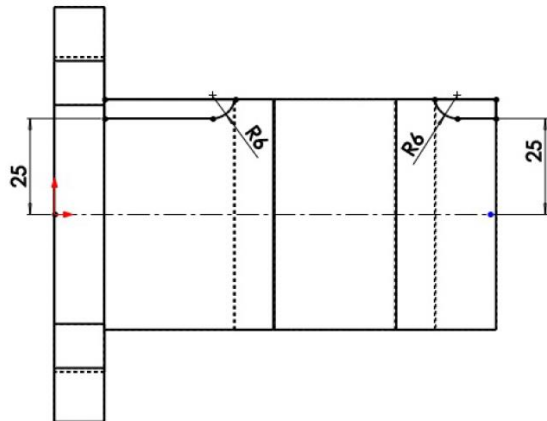

Рисунок 5.7 – Модель, відображена в режимі Hidden Lines Visible
4. Виберіть кнопку **Hidden Lines Visible** (Видимі приховані лінії) з меню **Display Style**; поточний режим відображення моделі зміниться на режим видимих прихованих ліній (див. рис. 5.7).